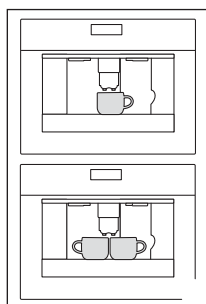
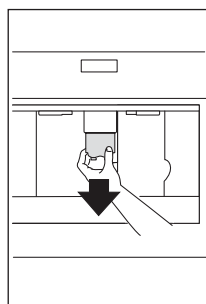

Fig. 16
Fig. 17
- ▶ Coloque 1 chávena sob os bicos para preparar 1, ou 2 chávenas para 2 cafés (Fig. 16). Baixe os bicos o mais próximo possível da chávena para um café mais cremoso (Fig. 17).